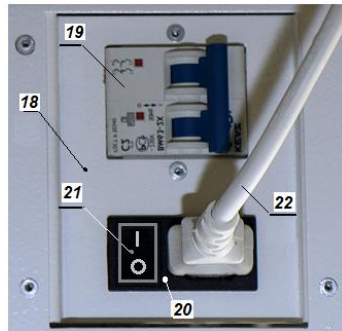

Рис.2. Панель управления электропитанием изделия
4.8 На правой боковой стороне блока электроники (рис.2) размещена панель АС (18) с элементами управления электропитанием изделия.